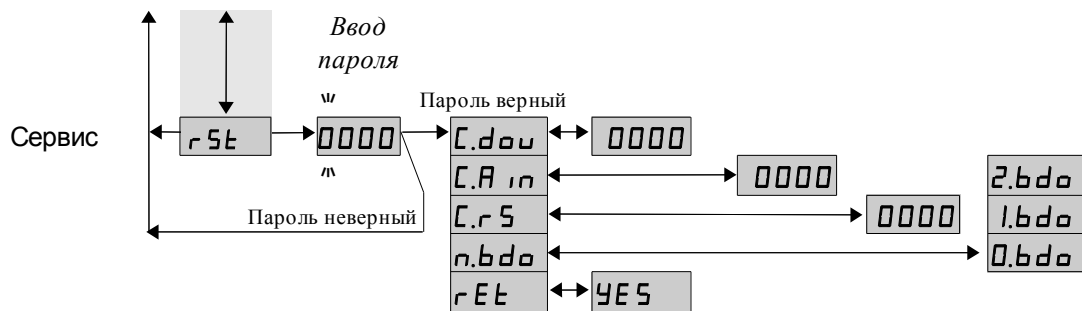

Рисунок G.1 - Режим «Настройка» (конфигурация)
G.1 Вход в режим «Настройка» осуществляется из режима «Измерение» одновременным нажатием кнопок и (Рисунок G.1).